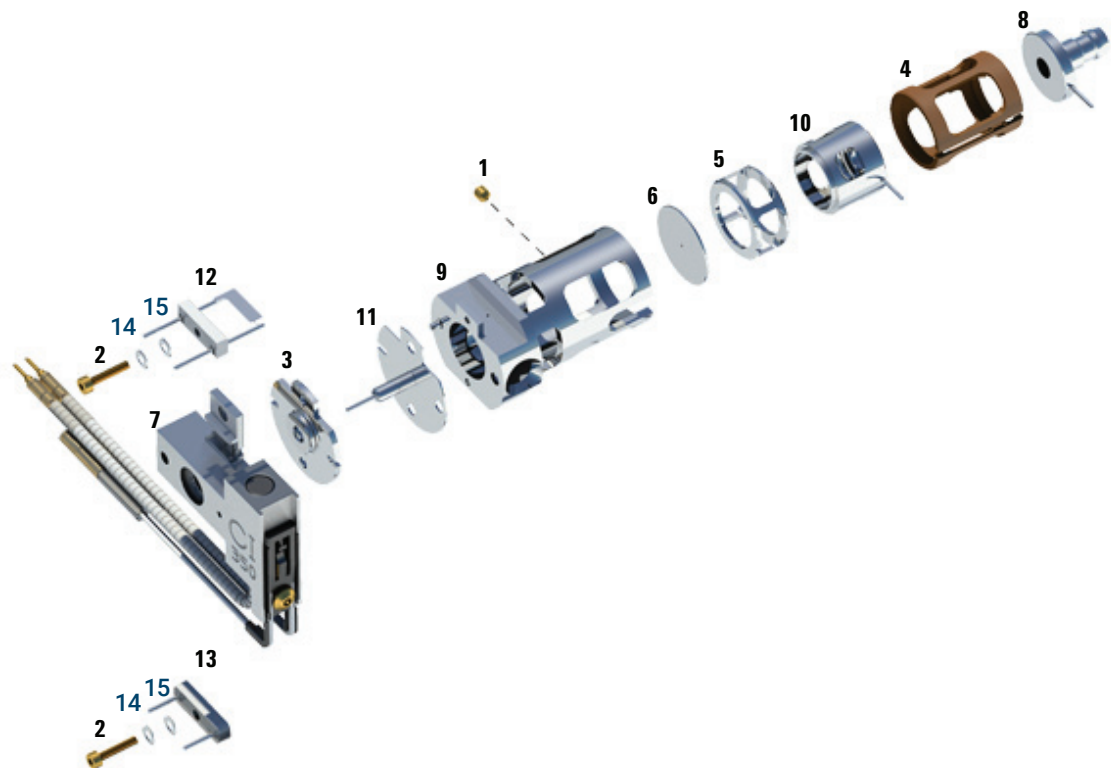

Figure 87. Démontage de la source CI
Se reporter à la vue éclatée des pièces et à la liste des pièces de la source CI en suivant cette procédure. (Voir **Figure 87** et **Tableau 24** page 291.)
- 3 Séparer le chauffage de source de la source. Le chauffage de la source est constitué du bloc de chauffage de la source, du repousseur et des pièces détachées connexes. (Voir **Figure 87** et **Tableau 24** page 291.)
- 4 Démontez l'ensemble repousseur en retirant l'isolant en céramique du repousseur. (Voir **Figure 87** page 291.)
- 6 Sortir les lentilles de la source et séparer l'isolant de lentille, la lentille de focalisation d'ions, le cylindre d'extraction, la lentille d'extraction et la lentille d'entrée. (Voir **Figure 87** page 291.)
Tableau 24 Liste des pièces de la source CI (Figure 87)
Tableau 24 Liste des pièces de la source CI (Figure 87) (suite)